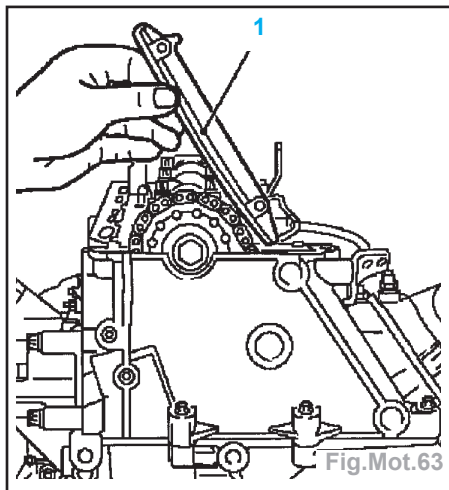

Fig.Mot.63
- Déposer le rail de guidage du tendeur de chaîne simplex (1) par le haut et respecter sa position de montage (Fig. Mot.63).
- Reposer le rail de guidage du tendeur de chaîne simplex (1) et remplacer les 2 vis (Fig.Mot.63).